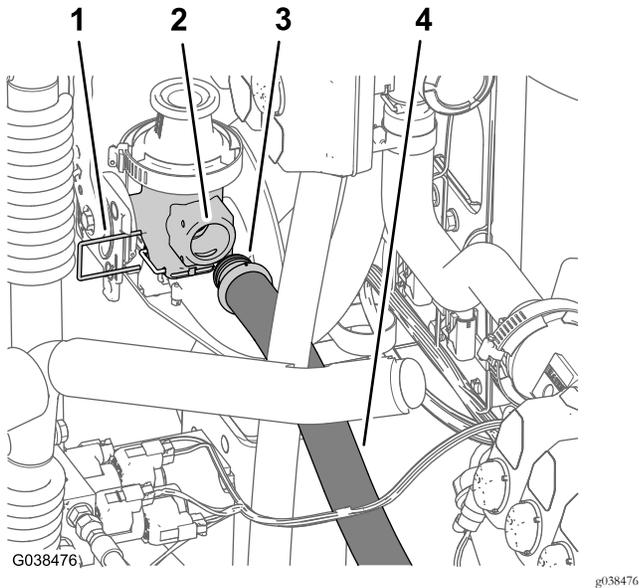

Figure 73
1. Emboîtez le raccord cannelé droit du flexible d'alimentation inférieur du pulvérisateur (2,5 x 66 cm) dans l'orifice d'entrée de la vanne de coupure du mélangeur (Figure 73).